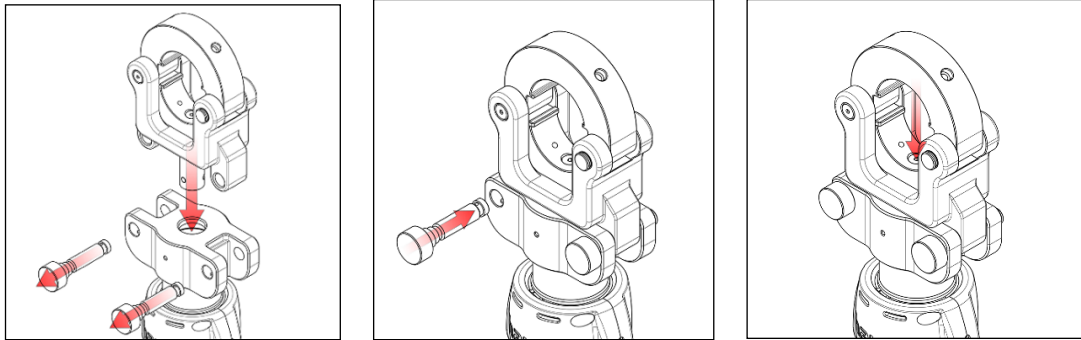

Bild 6: Einsetzen des Presskopfes (Art. 216761)
- Ziehen Sie an den Stiften am Aufnahmeadapter und fügen Sie den Presskopf (Art. 216761) ein, wie in nachstehendem Bild 6 gezeigt: